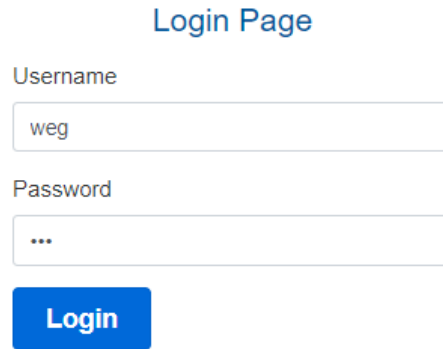

Figura 6.6: Autenticando en el Drive Scan
Paso 3 En caso de que la página de login, conforme la Figura 6.6, no aparezca, reconfigure la dirección IP de su computadora para el mismo rango de IP del Drive Scan. En este manual hay un apéndice (Capítulo A) con instrucciones de cómo hacer este procedimiento en Windows 10.